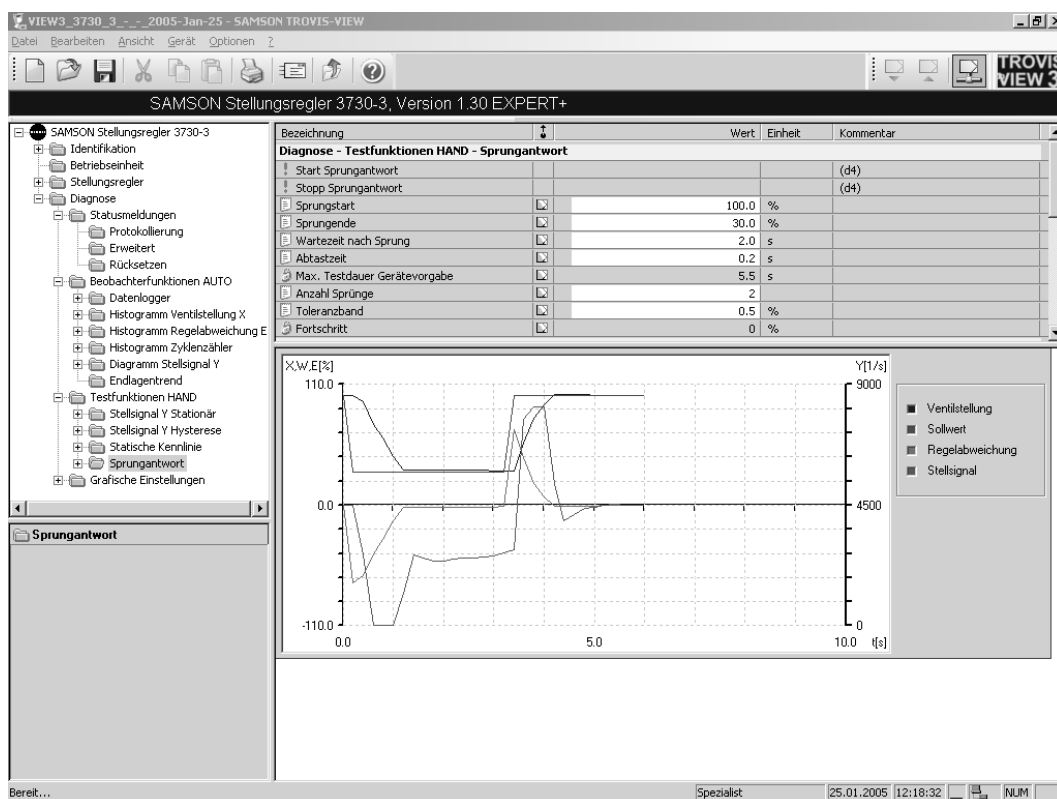

Bild 7 · Test des dynamischen Stellverhaltens, Sprungantwort
2.3.2 Test zur Überprüfung des dynamischen Stellverhaltens (Sprungantwort, Bild 7)